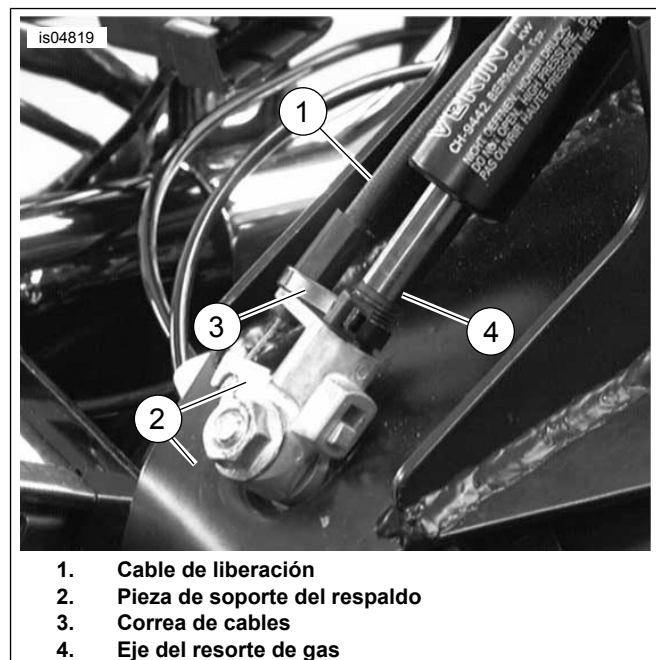

Figura 11. Conecte el cable a la pieza de soporte del respaldo
19. Vea Figura 11 . Fije el cable de liberación (1) al soporte de montaje del respaldo (2) como se muestra.
20. Fije cuidadosamente el cable al eje del resorte de gas (4) con la correa de cables proporcionada (3). No apriete excesivamente la correa de cables.